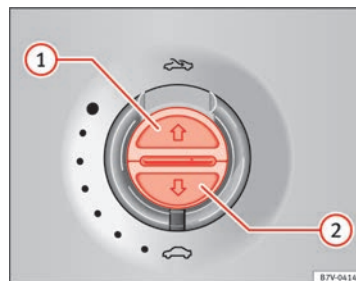

Fig. 59 En el revestimiento interior del techo: teclas para la persianilla parasol.
Abrir por completo (automáticamente):	Pulse la tecla ⇒ fig. 59 1 brevemente.
- *Persianilla parasol:* Dentro de 5 segundos tras el disparo de la función antiaprisionamiento pulse la tecla ⇒ fig. 59 hasta que la persianilla parasol se cierre por completo.